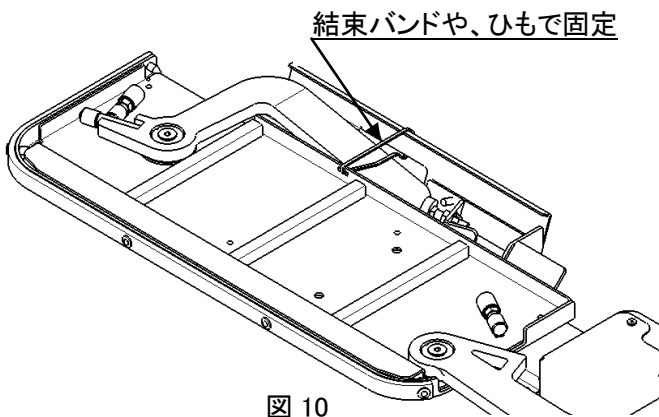

図 10
6. 結束バンド 300L(取扱要領書に同封)や、ひもなどを用いて確実にステップ本体を固定してください。(図 10)